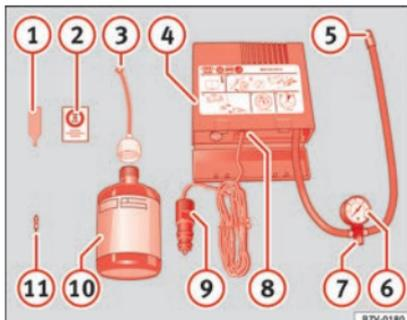

Fig. 89 Rappresentazione standard: contenuto del kit per la riparazione degli pneumatici.
Il kit per la riparazione degli pneumatici si trova nel sottofondo del bagagliaio. Include i seguenti componenti » **fig. 89**:
Riavvitare il tubo di gonfiaggio » **fig. 89** ⑤ e controllare la pressione sul manometro ⑥.